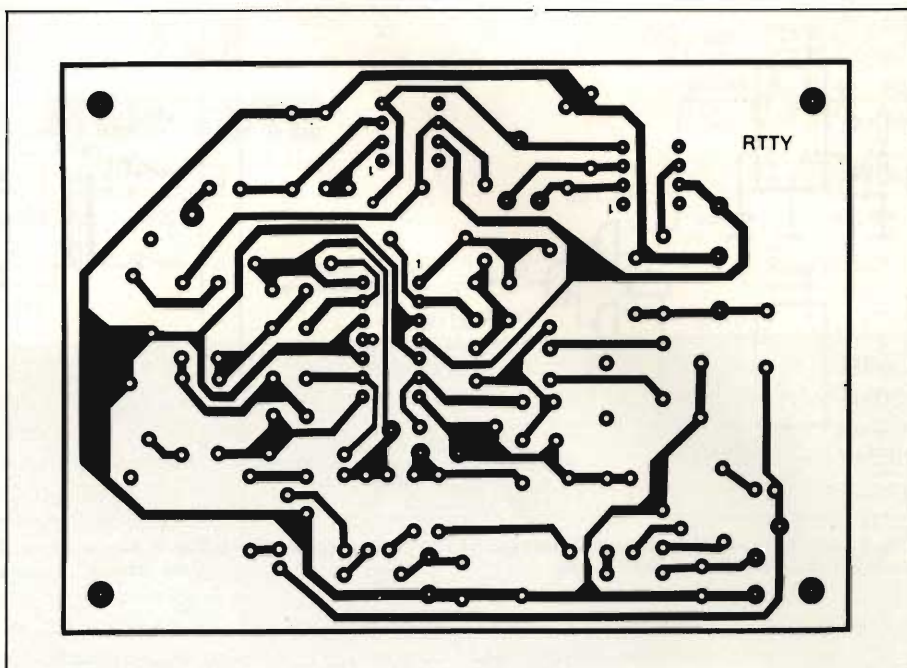

Fig. 2. Circuito stampato per il demodulatore RTTY. Su questa piccola basetta verranno montati i circuiti della figura 1.
Fig. 2. I due circuiti stampati che potranno essere impiegati per il montaggio. Il circuito stampato di maggiori dimensioni sarà necessario solo nei casi si volesse montare una tastiera di tipo telefonico.
**Fig. 2.** A questo avvisatore acustico potranno essere collegati contatori in numero pressochè illimitato. Il circuito potrà essere montato su una basetta sperimentale preforata.